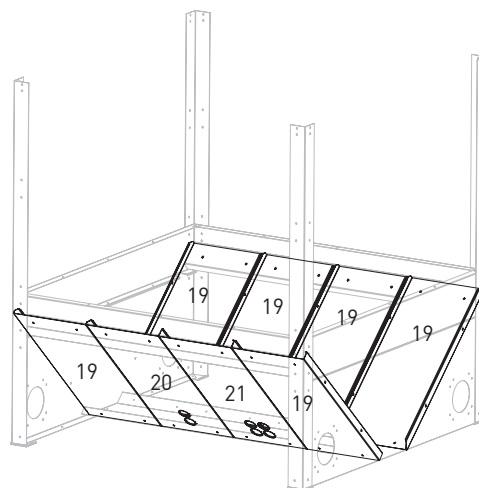

Fig. 9 Montaggio delle pareti oblique
Inserire 4 pareti oblique dietro (19) e 2 pareti oblique davanti (19), 1 parete obliqua davanti con canalizzazione con tubi flessibili (20), 1 parete obliqua davanti con canalizzazione con tubi flessibili (21) – Fig. 9.